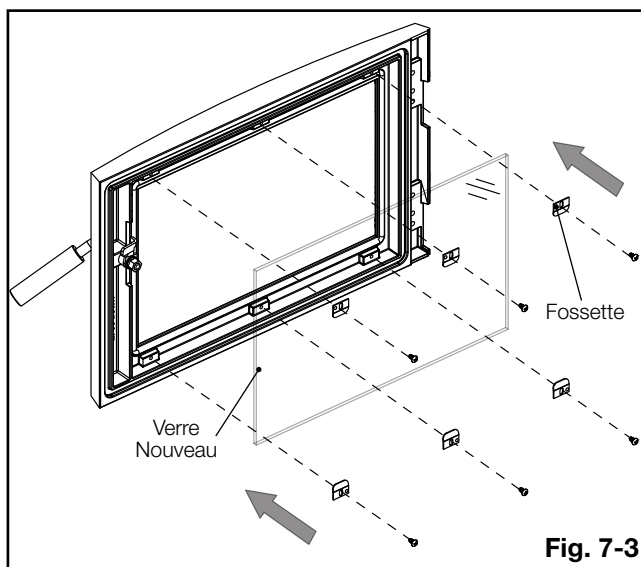

Fig. 7-3
7. Fixez encore les 6 supports de verre en installant les 6 vis précédemment retirez en étape 2 (**Fig. 7-3**). Assurez-vous que les fossettes des support face en la direction opposé du verre.